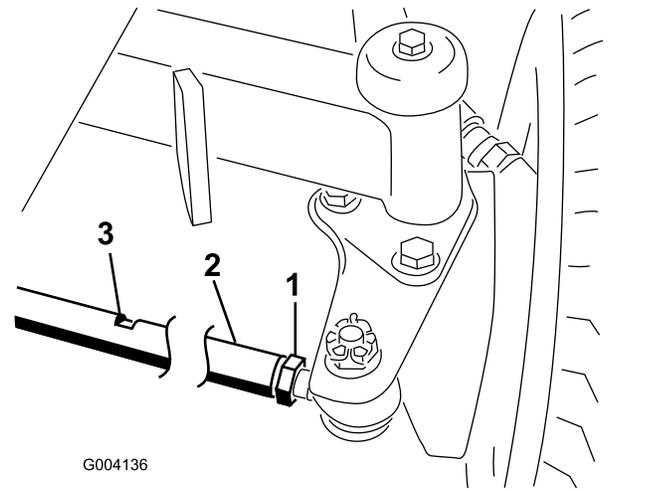

図 107
1. 各タイロッド 図 107の端についているジャムナットをゆるめる。